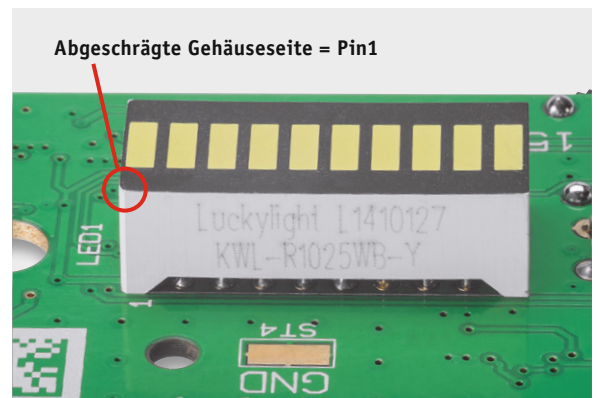

Bild 5: Die Polung der LED-Anzeige ist an der abgeschrägten Gehäusekante an Pin 1 zu erkennen.
**Sehr wichtig!** Die LED-Anzeige weist eine leicht zu übersehende Polaritätsmarkierung auf. Pin 1 ist durch eine abgeschrägte Gehäusesseite erkennbar (Bild 5).